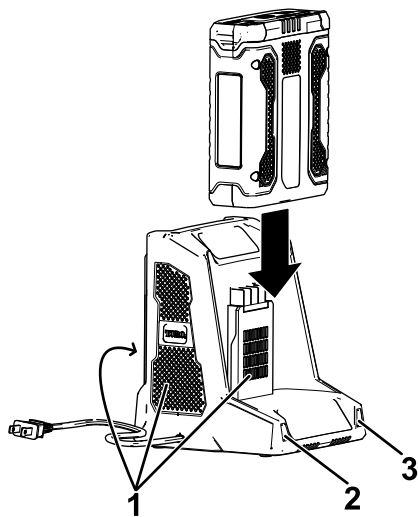

Figura 12
- 4. Introduzca la batería en el cargador hasta que esté completamente asentada (Figura 12).